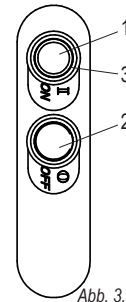

Abb. 3.1.1
Drücken Sie die Drucktaste ("1" Abb. 3.1.1).
5.3. Überprüfung Effizienz der Stopp-Taste (Abb. 3.1.1)
5.4. Maschinenstart (Abb. 3.1.1)
Zum Starten der Maschine ist das Drücken der Start-Taste ausreichend ("1" Abb. 3.1.1) und nachdem sie erfolgreich an das Stromnetz angeschlossen ist, wird das Gerät betrieben.
5.5. Maschinenstopp (Abb. 3.1.1)
Zum Stoppen der Maschine ist das Drücken Sie die Stopp-Taste ausreichend ("2" Abb. 3.1.1) und die Maschine stoppt.